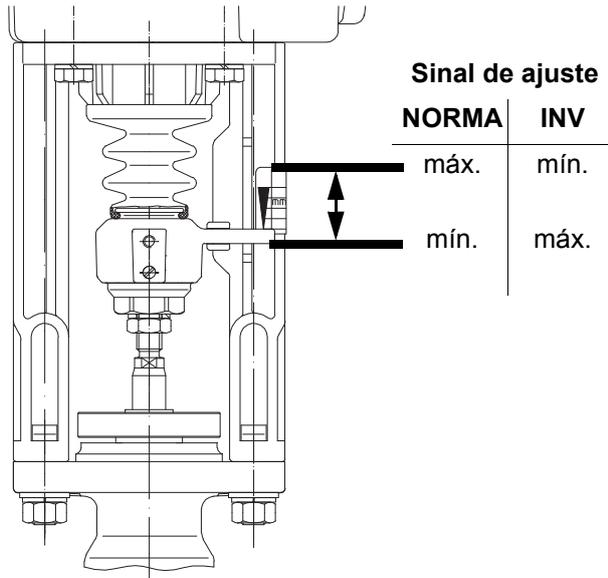

Fig. 11: Direcção de efeito
- b) Ajustar o fuso da válvula, com a roda manual, na posição pretendida para o sinal de ajuste mín., p. ex. 4mA ou 0V (de acordo com a posição do interruptor SW e conforme indicado em Fig. 11 : Direcção de efeito). Por norma esta é a válvula fechada.
- a) Ajustar o fuso da válvula, com a roda manual, na posição pretendida para o sinal de ajuste máx., p. ex. 20mA ou 10V (de acordo com a posição do interruptor SW e conforme indicado em Fig. 11 : Direcção de efeito). Por norma esta é a válvula aberta.